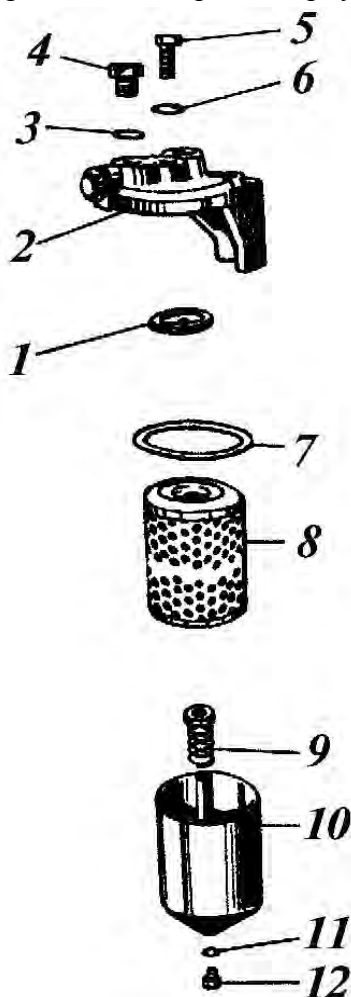

Рис. 11.32. Фильтр тонкой очистки топлива
2. Выверните болт 5 (рис. 11.32) крепления колпака.